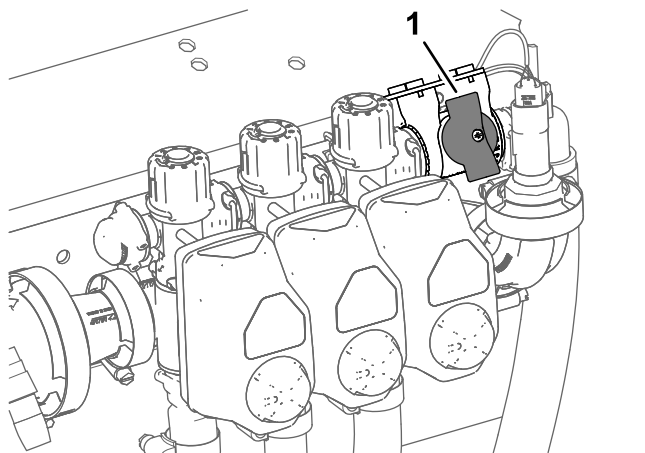

Figure 43
4. Pour les machines fonctionnant en mode débit d'application, vérifiez que le bouton de la vanne de coupure de dérivation de section à la position fermée (Figure 43).
5. Pour les machines fonctionnant en mode débit d'application, vérifiez que la vanne de coupure de dérivation de section est fermée (Figure 43).